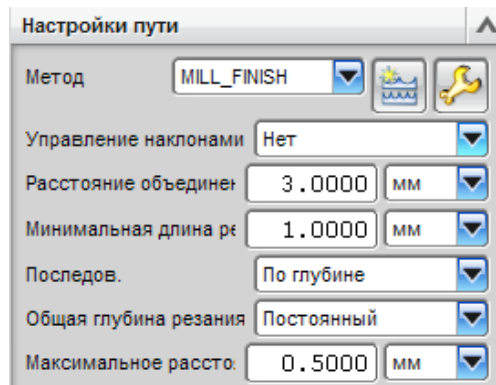

Рис. 2.45. Меню настроек траектории инструмента
- задайте метод *mill_finish* (чистовая обработка). Установите **Общую глубину резания**, равную **0.5 мм** (материал, снимаемый за один проход), и последовательность **По глубине** (см. рис. 2.45).